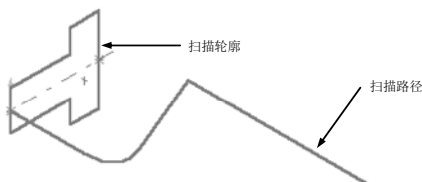

图 3-76 等轴侧视图效果
- 1) 单击[视图(前导)]工具栏中的[视图定向]中的[等轴测]按钮，用等轴测视图观看图形，如图 3-76 所示。